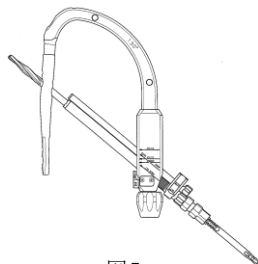

図5
- 6) ステップリマーを通し、ネイルのラグスクリューホールに干渉しないで通過することをチェックします。(図5)